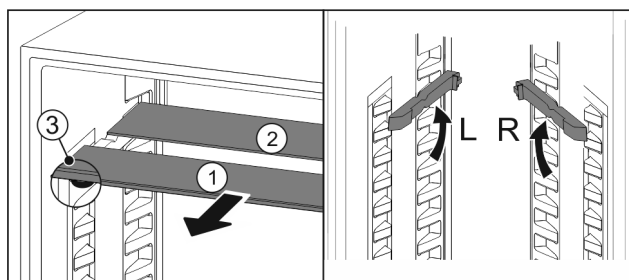

Fig. 30
- estrarre i ripiani di vetro singolarmente tirando in avanti Fig. 30 (1).
- ▷ Il piano in vetro Fig. 30 (1) con il motivo ornamentale è nella parte anteriore.
- ▷ I fermi Fig. 30 (3) sono rivolti verso il basso.